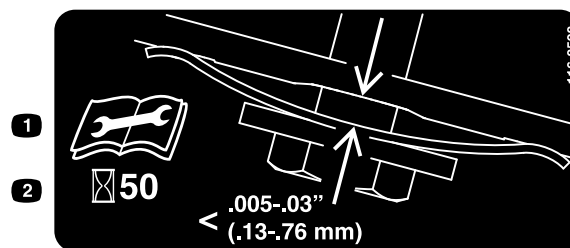

Figura 33
3. Sujete una galga ajustada a entre 0,13 y 0,76 mm contra el tabique y deslícela hacia abajo por detrás del muelle tensor de la correa; consulte Figura 33.